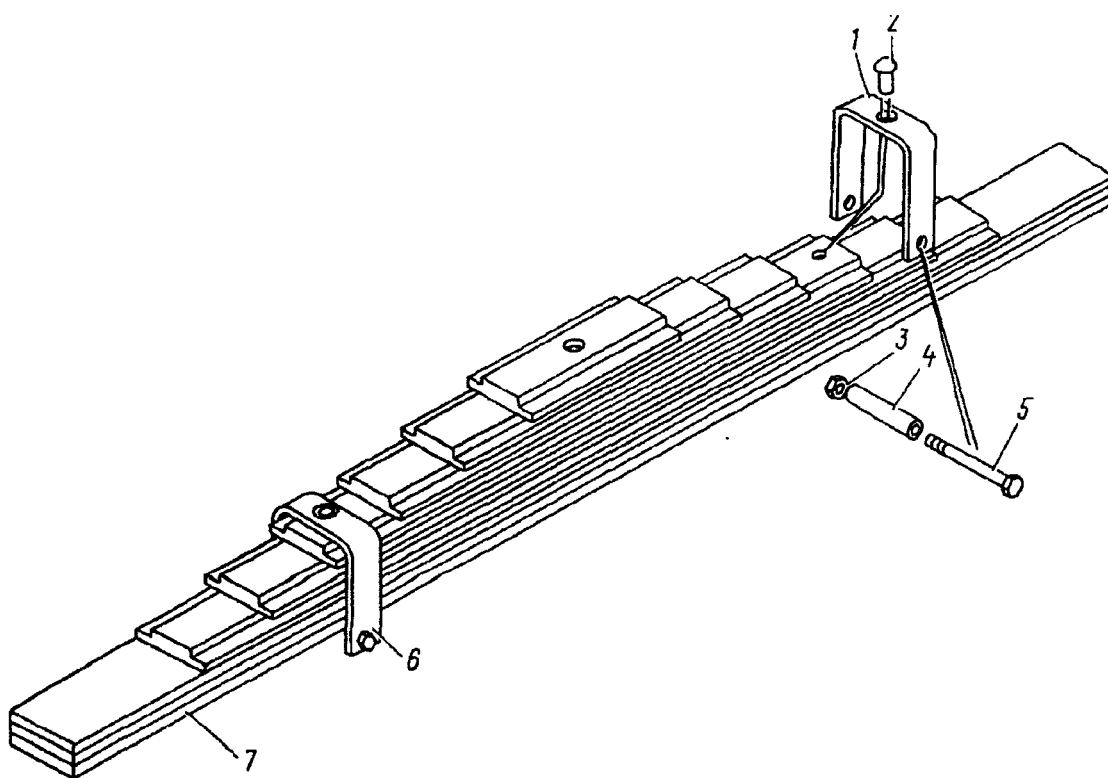

Рис. 236. Рессора задняя:
Разборка задней рессоры 1. Закрепите рессору в тисках. Отверните гайки 3 (рис. 236) стяжных болтов 5 хомутов 1 и 6 задней рессоры, снимите болты 5 и распорные втулки 4	Тиски, ключ 14 мм (2 шт.)
5. Установите в хомуты 1 и 6 (см. рис. 236) стяжные болты 5, распорные втулки 4 и затяните гайки 3 с моментом 23,5—35,3 Н·м (2,4—3,6 кгс·м)	Ключ 14 мм (2 шт.), сменная головка 14 мм, молоток, бородок или зубило, динамометрическая рукоятка